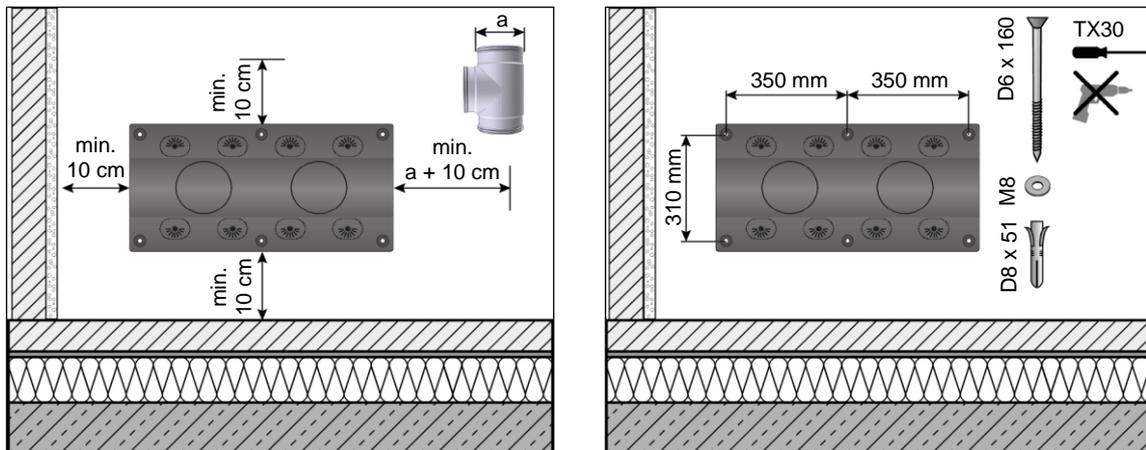

Abb. 9 Wandmontage Luftverteiler (links: Mindestabstände; rechts: Bohrungsabstände)
- Halten Sie die in Abb. 9 dargestellten Abstände zu Wänden, Decken und Böden ein. Der Abstand „a“ entspricht dem benötigten Durchmesser der Anschlussleitung (z.B. T-Stück).